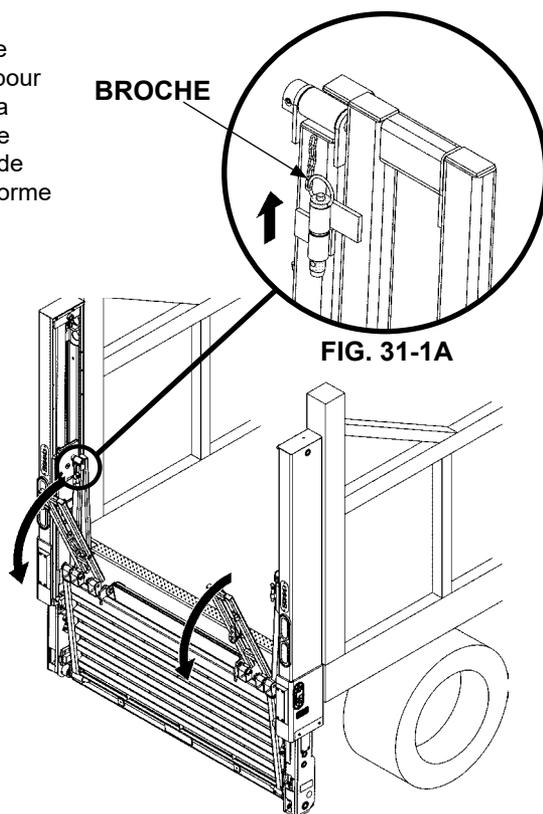

FIG. 31-1
2. Enlevez la broche (FIG. 31-1A) de chaque côté de la plate-forme pour déverrouiller le rail de la plate-forme. Abaissez le rail jusqu'à ce qu'il pende au-dessus de la plate-forme comme indiqué sur la FIG. 31-1.